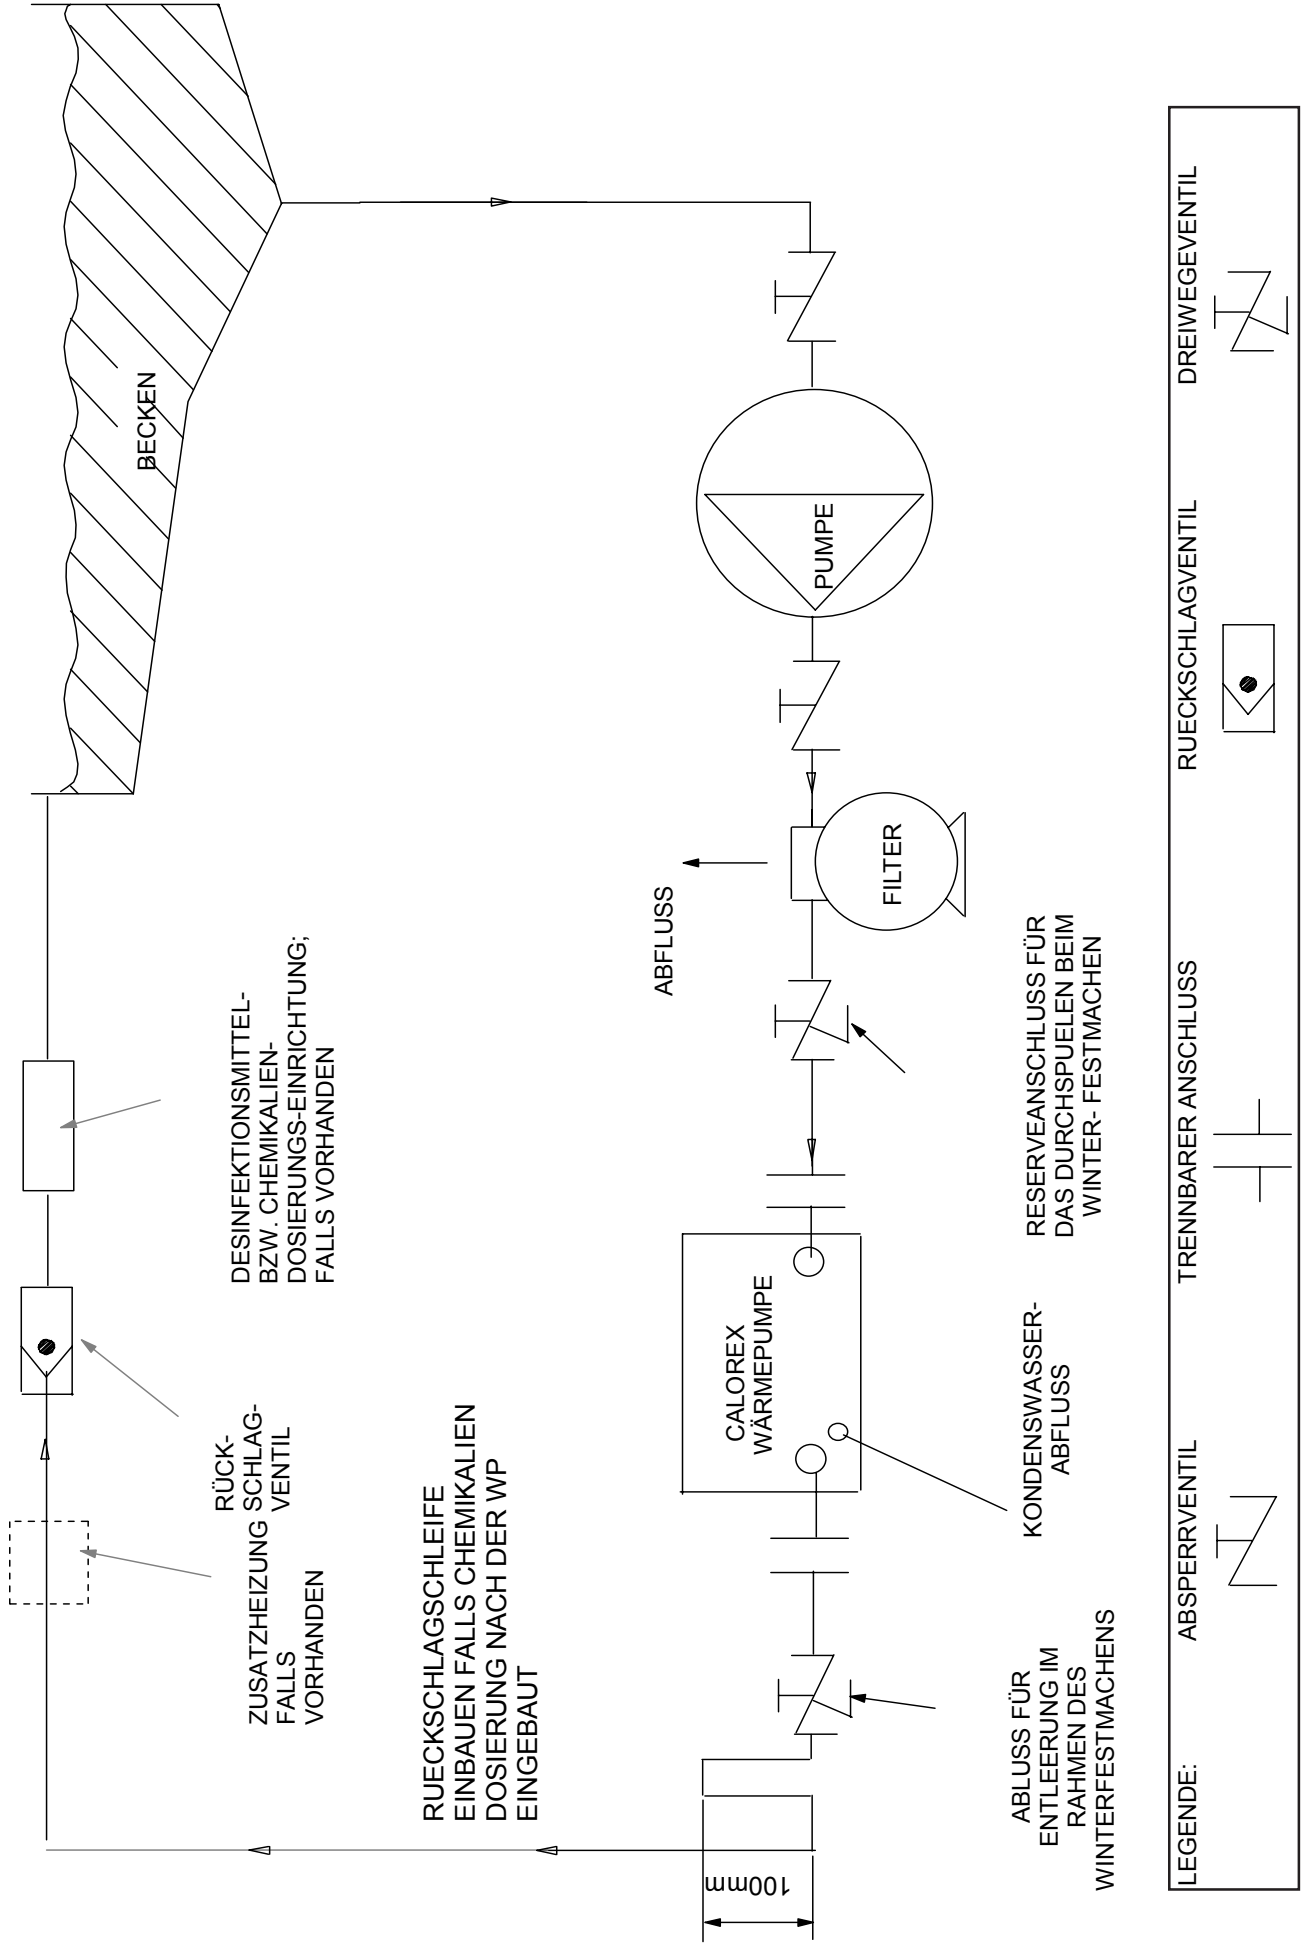

ABBILDUNG 4
- b. Die Calorex-Schwimmbadwärmepumpe muss nach dem Filter in der Rückflussleitung zum Becken angeschlossen werden. Bleibt eine vorhandene Zusatzheizung installiert, dann sollte die Calorex Wärmepumpe zwischen dem Filter und dieser vorhandenen Zusatzheizung angeschlossen werden (siehe Abb.4).
1. Alle Beckenreinigungsvorrichtungen und Chemikaliendosierungssysteme sind stromabwärts der Wärmepumpe zu installieren, es sei denn, die Installation erfolgt über eine Filterdosierung (s. Abb. 4). Dazu gehört die Dosierung von Chemikalien unmittelbar in ein Skimmer - Korb, was zur Folge hat, daß konzentrierte ätzende Flüssigkeiten über Metallteile fließen.